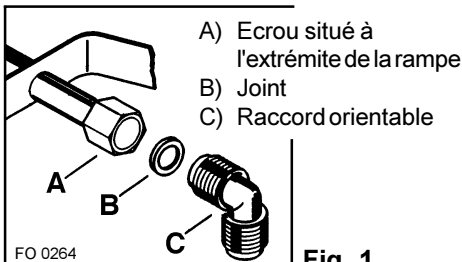

Fig. 1
1. Vissez le raccord orientable C dans l'écrou A situé à l'extrémité de la rampe d'alimentation, sans omettre d'intercaler le joint d'étanchéité B (Fig. 1).